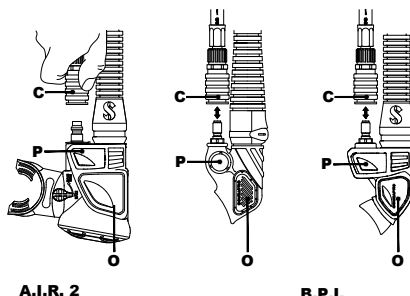

fig. 6
Fixation du raccord de largage rapide (fig. 6-C) :
Pour gonfler le gilet stabilisateur, appuyez sur le bouton de la soupape d'inflation (fig. 6-P). L'air doit entrer dans le gilet. Pour un meilleur contrôle de l'inflation, procédez par à-coups, en appuyant puis relâchant le bouton de façon répétée.
2. Avec le même souffle, continuez de souffler tout en appuyant fortement sur le bouton de la soupape d'inflation buccale (fig. 6-O).